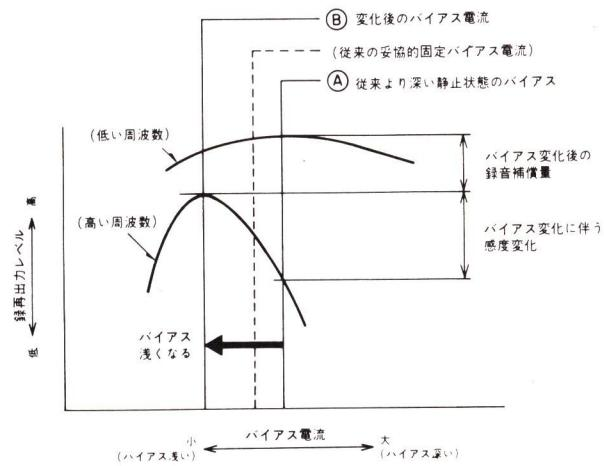
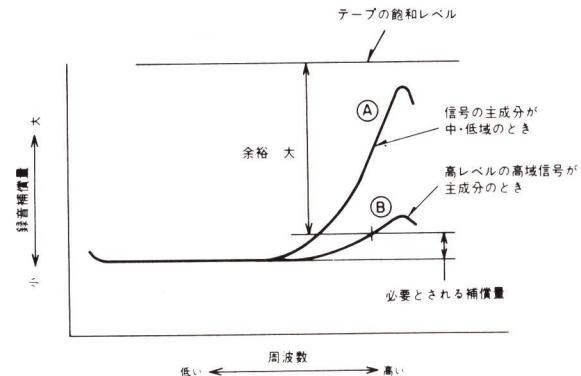
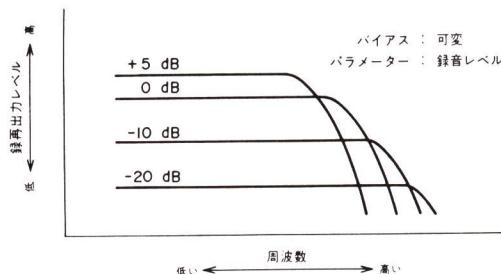

Fig. 3-36 テープのバイアス特性 (2)
Fig. 3-37 録音補償特性 (2)
Fig. 3-38 録音周波数特性 (2)
- a. 入力信号が主に中・低域成分で成り立っているときや、入力信号全体としての信号レベルが低いときは深い静止状態のバイアスが与えられます……Fig. 3-36のⒶ。この場合從来の固定バイアスよりもっと低域寄りの深いバイアスに設定して、低域特性を改善することができます。
- b. 入力信号が高レベルの高域信号を含んでいるときは、バイアスはその周波数成分とレベルに応じて瞬時に浅くなり、高域の感度を上昇させます……Fig. 3-36のⒷ。バイアスを深くすることによって低域成分の信号の歪みが増加する可能性がありますが、この歪みは聽感上全く問題にはなりません。その理由は、歪み成分は信号の主成分である高レベルの高域信号にマスキングされてしまうからです。
- a. 入力信号の主成分が中・低域周波数で成り立っていてバイアスがFig. 3-36のⒶに設定されている時、高域に於けるテープ感度は低いので録音補償特性はFig. 3-37 のⒶカーブのようになります。Ⓐカーブでは高域のブースト量は非常に大きいですが、入力信号の高域成分のレベルが低いのですから録音時に歪む心配はありません。
- b. 高レベルの高域信号が入力されるとバイアスは浅くなります……Fig. 3-36のⒷ。バイアスが浅くなると高域のテープ感度が上がるので録音補償量は少なくて済み、そのカーブはFig. 3-37のⒷのようになります。録音補償量つまりブースト量が少なくてよいということは、高域信号のテープ飽和レベルに対する余裕（ヘッド・ルーム）が拡大するということです。（これがドルビーHXヘッドルーム・エクステンション・システムの名称の由来です。）この結果高域の周波数特性は大幅に改善されます……Fig. 3-38。また同時に高域の歪みも減少します。
- c. 可変イコライザ回路の基本となる特性がロー・バス・フィルタですから、ターン・オーバ周波数が下がるという事は高域の減衰が大きくなるということです。このため可変イコライザ回路を通過する録音信号はFig. 3-37のⒶカーブからⒷカーブのように変化します。